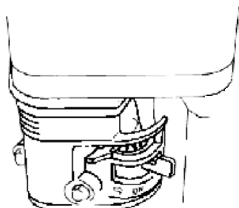

Fig. 7
- 4 Gashebel (11) etwas nach links schieben. (Abb.7)
- 4 Move the gas lever (11) somewhat to the left. (Fig. 7)